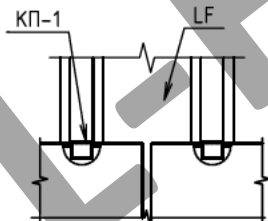

Рис. 4.Схема установки поворотного кляммера КП-1, КП-1,2.
3.3. На концевой кляммер КК-1, КК-1,2 устанавливается керамогранит, прижимается к направляющей и фиксируется поворотным кляммером КП-1, КП-1,2 следующим образом: поворотный кляммер КП-1, КП-1,2 в вертикальном положении вставляется в паз направляющей LF 51.2/LF 51 (рис. 4,а), поворачивается на угол 90 градусов (рис. 4,б), и опускается до упора на керамогранитную плиту (рис. 4,в).